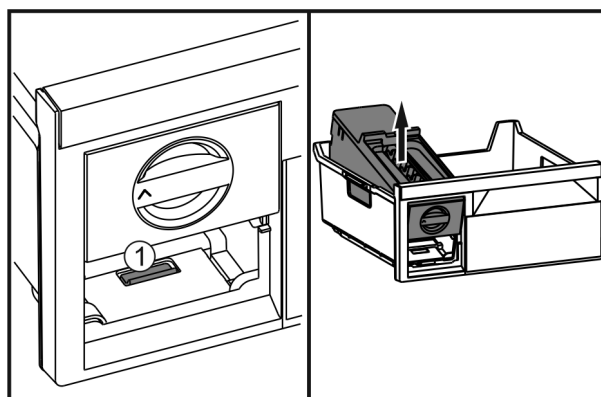

Fig. 42
- Premere la linguetta Fig. 42 (1), sollevare EasyTwist-Ice da dietro ed estrarlo dal cassetto del congelatore.